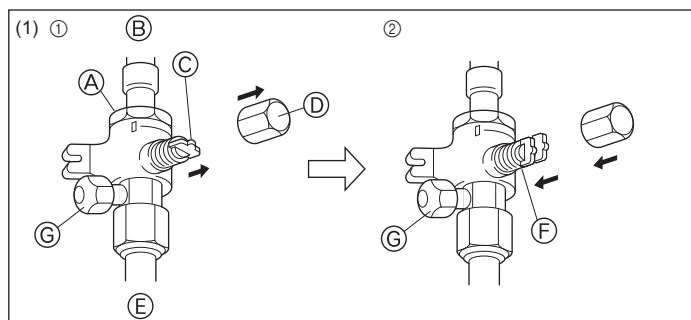
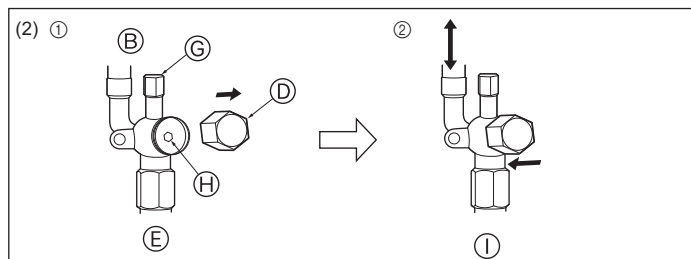

Fig. 4-6
Fig. 4-7
- (1) Gassidan (Fig. 4-6)
- ① Ta bort locket, dra handtaget mot dig och vrid motors 1/4 varv för att öppna.
- ② Kontrollera att stoppventilen är helt öppen, tryck in handtaget och skruva på locket igen.
- (2) Vätskesida (Fig. 4-7)
- ① Ta bort kåpan och vrid ventilstängens motsols så långt det går med en 4 mm sexkantsnyckel. Sluta när den når stoppet. (ø6,35: Ca. 4,5 varv) (ø9,52: Ca. 10 varv)